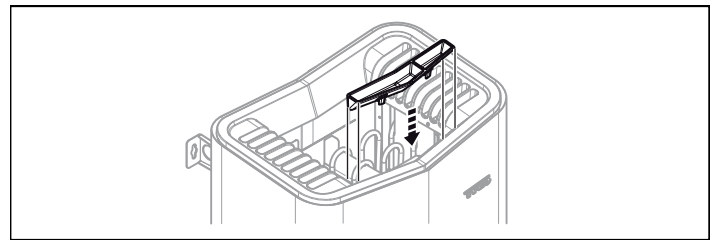

Abb. 9: Anbringen von Duftbehälter/Luftbefeuchter
7. Bringen Sie die Kräuterschale / den Luftbefeuchter an, siehe Abb. 9, Seite 11.